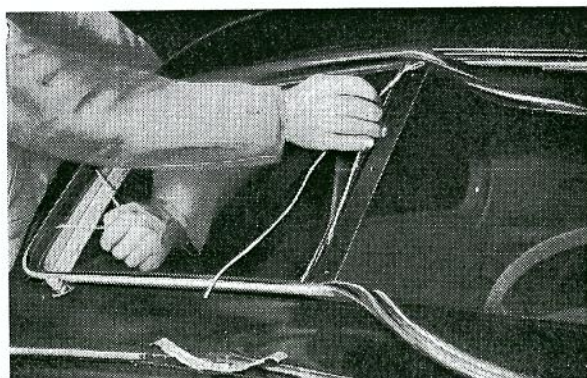

Bild 28. Montering av vindruta.
3. Lägg ruta med gummitätning i öppningen och tryck den väl mot karossen. Drag med andra handen i snöret varvid gummitätningens fals kommer på plats, se bild 28.